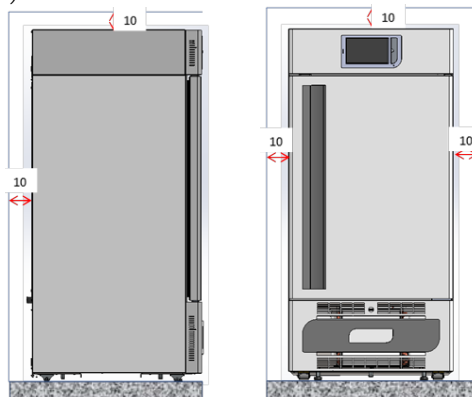

Figura 1 – posizionamento apparecchiatura
- posizionare la macchina mantenendo una distanza minima di 10 cm. da qualsiasi parete (nel caso di incasso in arredi, deve essere sempre garantita la corretta aerazione del gruppo condensante (compressore/motoventilatori) (Figura 1 – Posizionamento apparecchiatura)